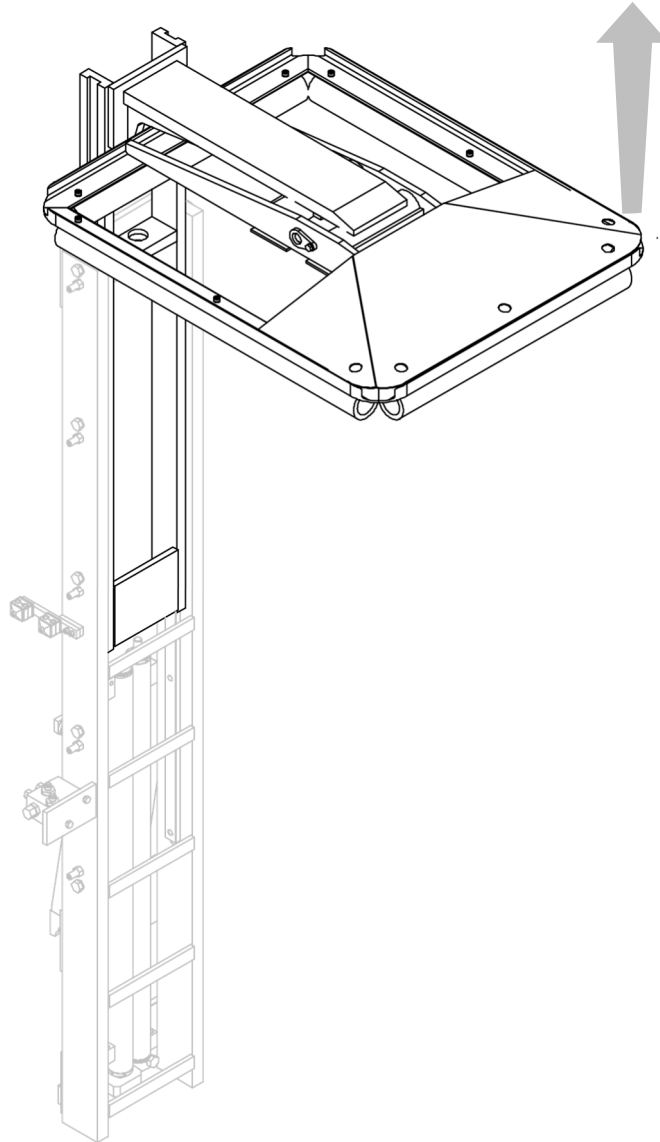

Abbildung 7
3. Entfernen Sie die bewegliche Konstruktion aus ihrer Position (*Abbildung 7*).